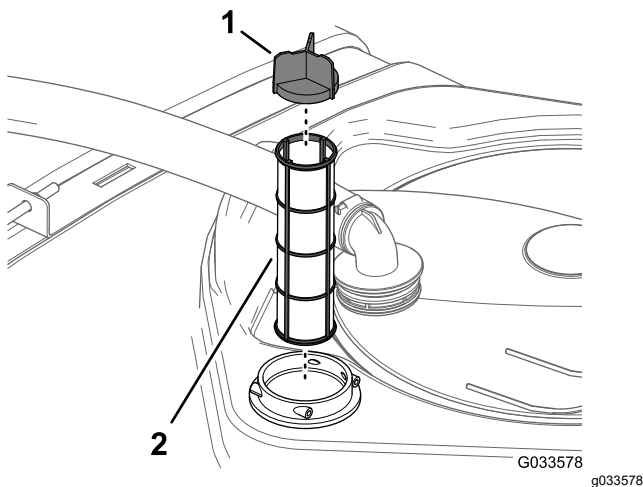

Bild 52
4. Ziehen Sie das Saugsieb aus dem Filtergehäuse im Behälter (Bild 52).